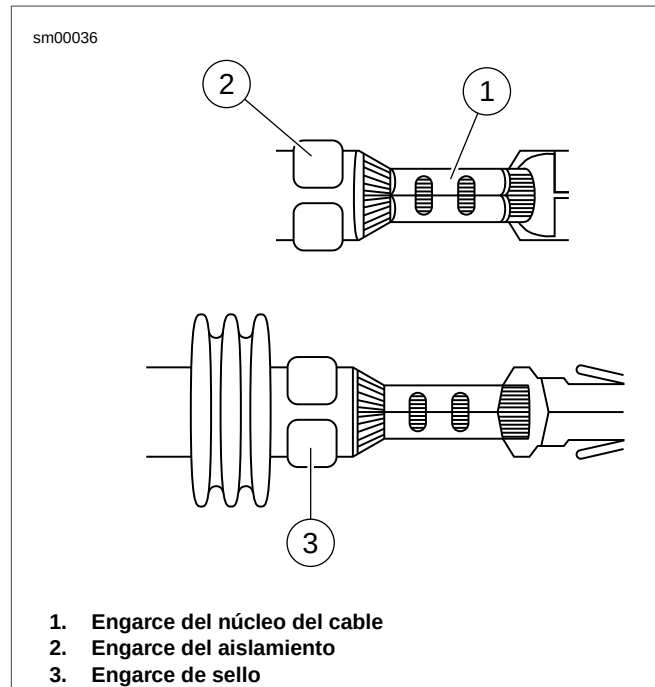

Figura A-32. Conector Metri-Pack: Inspección de los engarces de núcleo y aislamiento/sello
1. Vea Figura A-32. Identifique el troquel o agujero correcto para la operación de engarce de aislamiento/sello (2).
1. Vea Figura A-32. Inspeccione el engarce del núcleo del cable (1). Las colas deben estar dobladas sobre el núcleo del cable sin distorsión ni excedente de hebras del cable.
2. Inspeccione el engarce del aislamiento (2) o del sello (3). Las colas del terminal deben envolver el derredor del aislamiento sin distorsión.